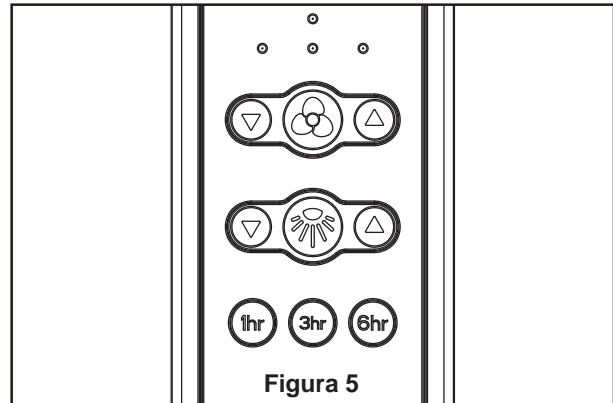

Figura 5
5. Instale el kit de iluminación en la placa de iluminación usando las dos ranuras principales. Vuelva a colocar el tornillo extraído en el Paso 3 y fije los tres tornillos. (Figura 5)
5. Funciones del control remoto: (Figura 5)